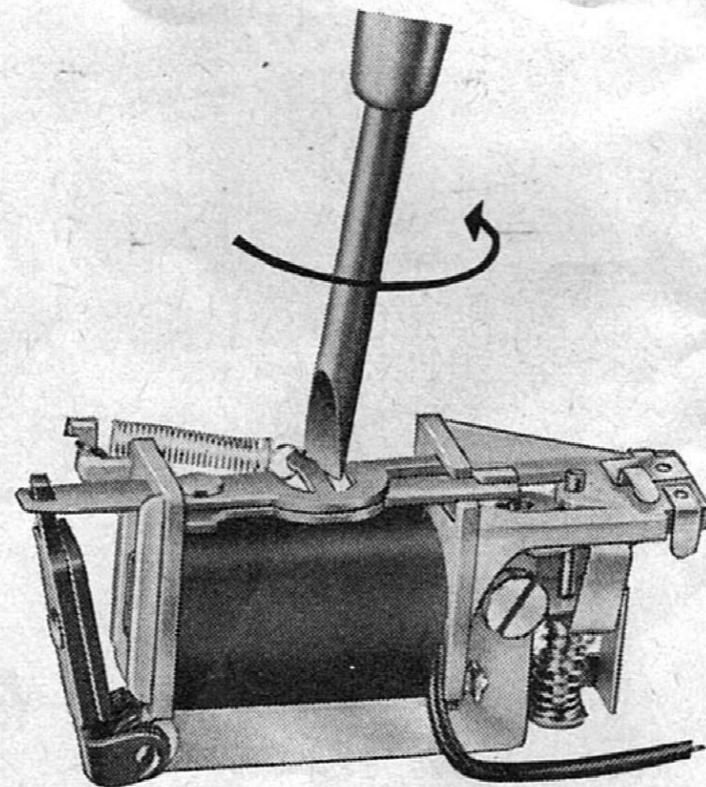

Fig. 1
Ist die Spannung des Lichtnetzes zu hoch, so schaltet die Maschine bei schneller Fahrt von selbst um oder sie bleibt stehen. In einem solchen Falle ist nach Abnahme des Lokomotivgehäuses (siehe Punkt 5) die Schaltschieberfeder des Fahrtrichtungsschalters etwas mehr zu spannen. Ist die Spannung des Lichtnetzes zu niedrig, wechselt beim Auslösen der Überspannung die Lokomotive die Fahrtrichtung nicht. Die Spannung der Schaltschieberfeder muß vermindert werden. Zum Spannen bzw. Nachlassen der Schaltschieberfeder ist der am Schaltschieber angebrachte Federeinhängehaken mit einem Schraubenzieher entsprechend zu biegen (Fig. 1).
1. Reversing. The direction the locomotive runs in can be reversed by applying a special high-voltage current provided by the MÄRKLIN transformer, but before doing this, we advise setting the controller knob on the transformer to its "0" position so as to ensure satisfactory reversing. If the voltage of the lighting mains supply is too high, the locomotive will either reverse of its own accord when running fast, or else stop altogether. If it does either, take off its casing (see point 5) and slightly tighten the plunger spring on the reversing switch. Should the voltage be too low, the locomotive will not reverse at all when the high-voltage current is applied, and then the reversing plunger spring must be slackened. The spring can be tightened or slackened by bending suitably by a screwdriver the hook attaching the spring to the plunger (fig. 1).